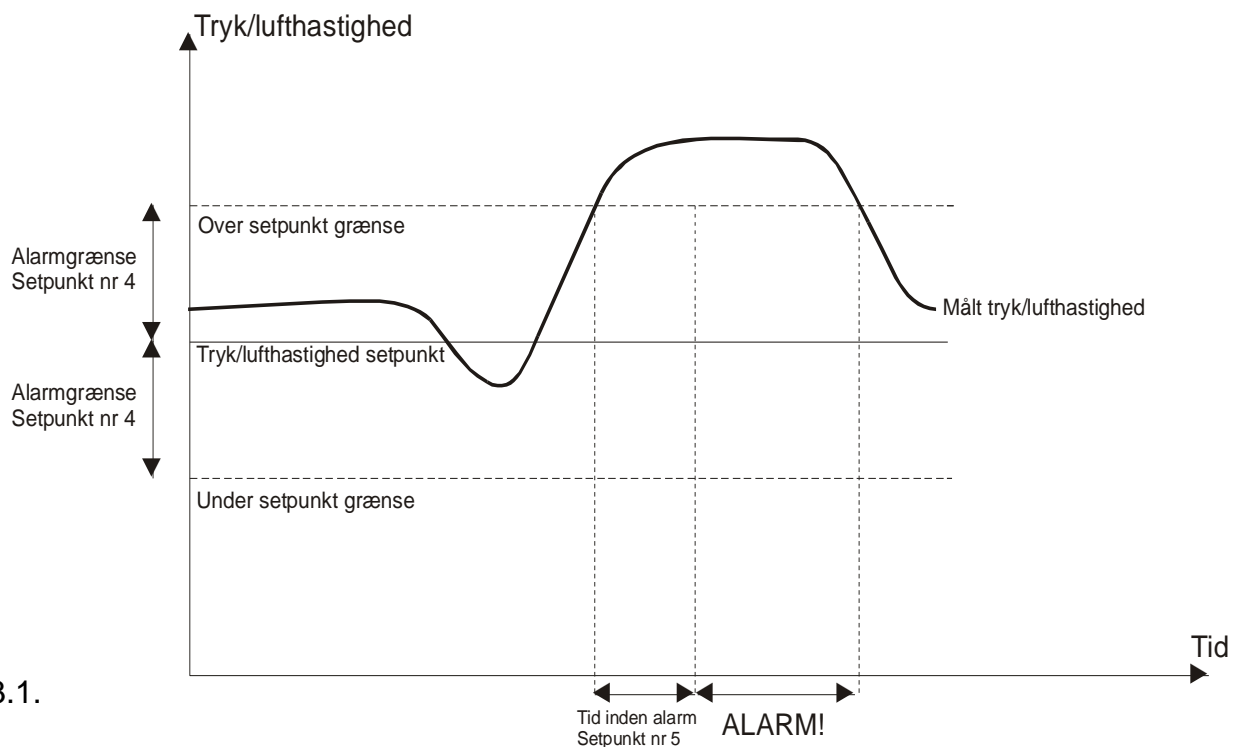

Fig 3.1.
2) Tryk/lufthastighed alarm, over setpunkt. Hvis det målte tryk/lufthastighed kommer over det ønskede regulerings setpunkt, plus en alarmgrænse (tryk/lufthastighed setpunkt + alarmgrænse), kommer der en alarm i displayet "ALARM! Over set", og alarm relæet trækker (Klemme 18, 19, 20). Alarmgrænsen kan indstilles i setpunktmenu nr 4. Dette setpunkt kan indstilles mellem 0Pa og 1000Pa (I lufttryk regulerings mode) eller 0.00m/s og 10.00m/s (I lufthastighed regulerings mode). Alarmen udløses dog kun hvis at tilstanden har været til stede, over en given tid. Denne alarm tid indstilles i setpunktmenu nr 5. Tiden kan indstilles mellem 0 og 1000 sek. Hvis trykket/lufthastigheden igen kommer under denne grænse, forsvinder alarmen ad sig selv. Se fig 3.1. som eksempel.